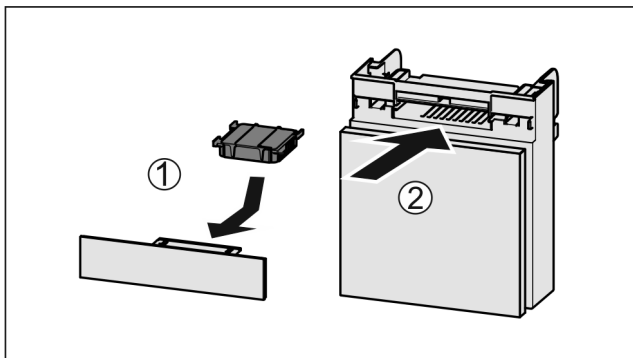

Fig. 47
- ▶ Поставете Fig. 47 (1) филтъра с активен въглен, както е показано на фигурата.
- ▶ Вкарайте Fig. 47 (2) отделението.